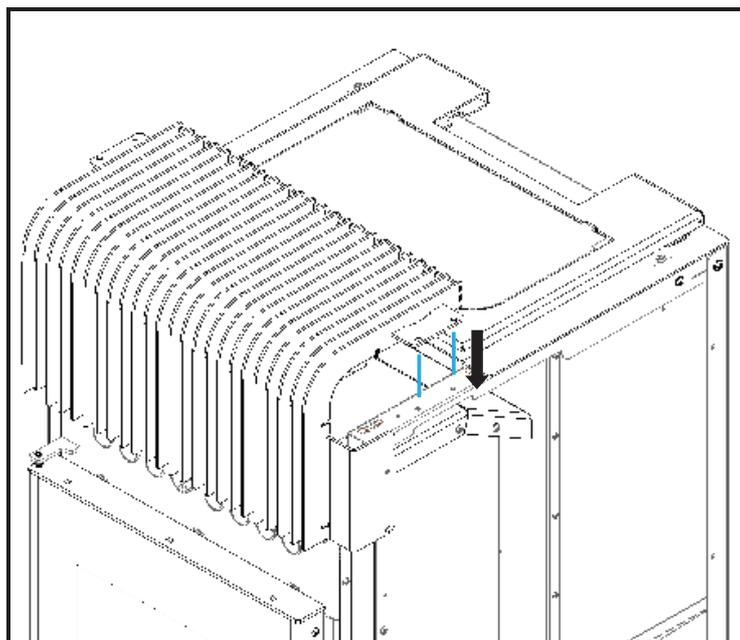

Figura 84 – Colocación de la rejilla frontal
b) Adjuntar la rejilla delantera haciendo coincidir los orificios de la rejilla con los orificios de los equipos (Figura 84).